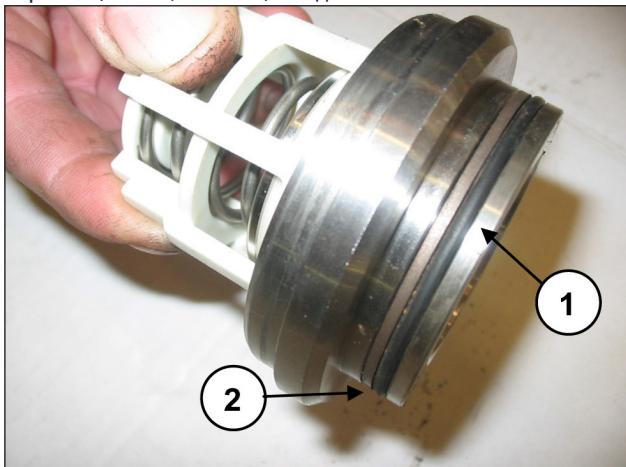

Рис. 119
Установите уплотнительное кольцо O-ring, поз. №6 на деталировочном чертеже (поз. ①, Рис. 119) и антиэкструзионное кольцо, поз. №14 на деталировочном чертеже (поз. ②, Рис. 119) в седло нагнетательного клапана.